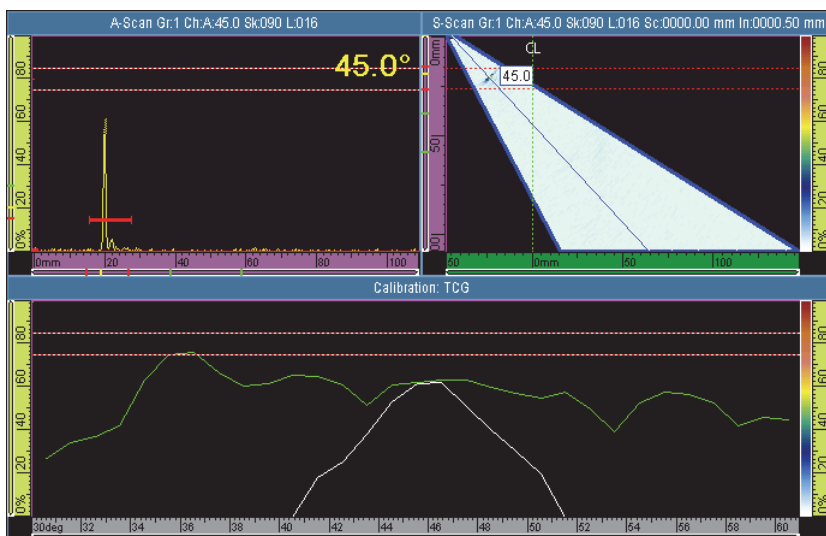

Рис. 5-21 Установите строб А на Эхо-сигнал для группы ФР
- а) В кнопках **Начало** и **Ширина** введите значение начала и ширины строба А. Сигнал от первого отражателя должен пересекать строб в середине, и ширина строба должна быть достаточной, чтобы сигнал находился в нем полностью (см. область просмотра **А-скана** на Рис. 5-21 на стр. 144).
- б) Настройте значение **Порог** таким образом, чтобы сигнал пересекал строб на каждой апертуре, как показано на просмотре **Калибровка: ВРЧ** на Рис. 5-21 на стр. 144.